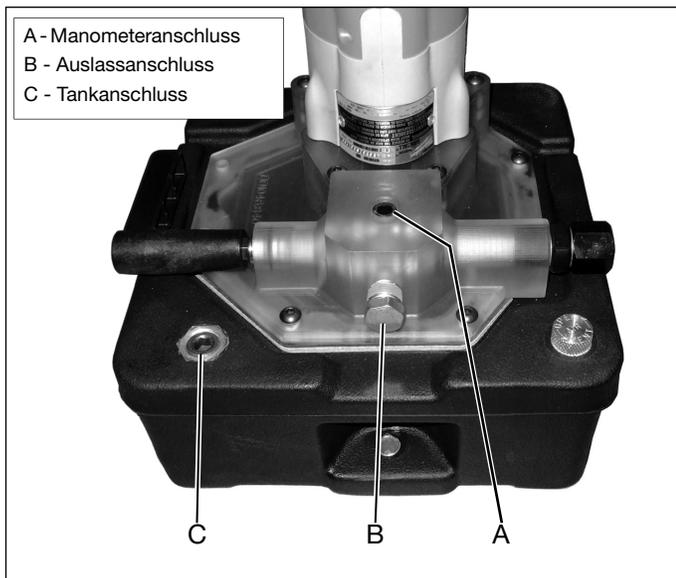

Abb. 3, Anschlüsse und Verbindungen
Die Pumpe ist nur für die Verwendung mit einfachwirkenden Hydraulikzylindern und Geräten gedacht. Stellen Sie die Anschlüsse wie in den folgenden Schritten beschrieben her: In Abb. 3 finden Sie die Anschlussorte (A), (B) und (C).
1. Entfernen Sie die Versandstopfen von den Anschlüssen (A) und (B). Orte siehe Abb. 3.